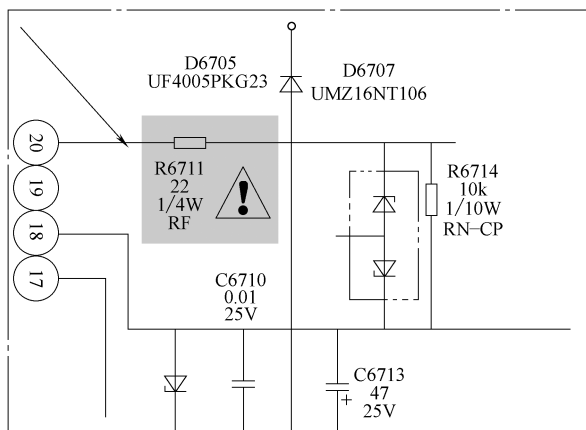

图 5-112 电阻 R6711 相关电路截图
- 2) 电阻 R6711 相关电路截图如图 5-112 所示。